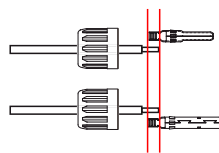

图3.25 将线缆插入端子螺母和金属端子
2. 将线缆插入端子螺母和金属端子, 注意线缆插入金属端子的深度 (如图3.25所示)。